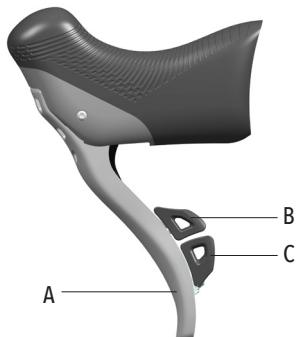

Fig.7
- A - Manete de travão (Fig.7)
- B - Alavanca superior (Fig.7)
- C - Alavanca inferior (Fig.7)
Ao mover a alavanca A (Fig. 7) aciona-se o travão: verifique qual roda corresponde a qual alavanca acionando cada uma singularmente.